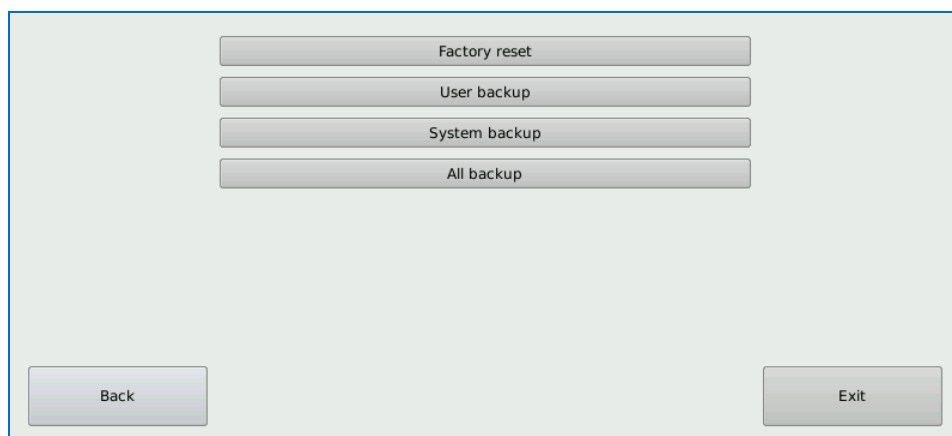

Рисунок 212 – Окно сервисных команд
- список сервисных команд представлен набором кнопок, соответствующая сервисная команда будет выполнена при нажатии одной из кнопок (Рисунок 212);